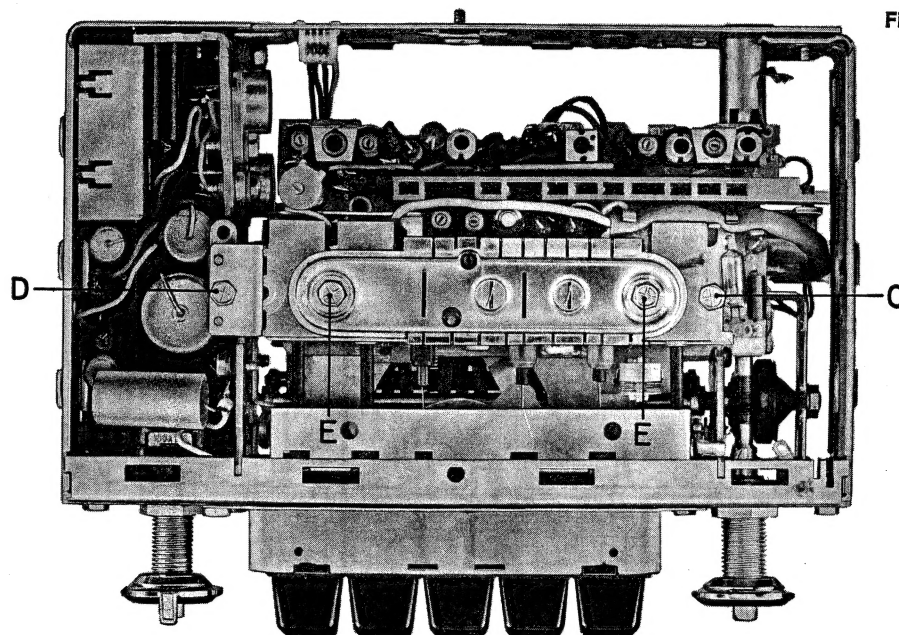

Fig. 2
1. the IF board may be locked by means of a rubber ring on both straps and the keys (see fig. 2),
- 2.2 For removal of the coil board, remove the two mounting screws „C“ and „D“, fig. 2.
- 2.5 Slide coil board approx. 1.3 cm backwards and attach with screw „D“ (fig. 2). In this position, measurements and exchange of parts on the coil board can be carried out after lifting the IF board (point 1).
1. die ZF-Platte mit einem Gummiring über beide Laschen und den Tasten festgehalten werden (siehe Fig. 2),
- 2.2 Zum Ausbau der Spulenplatte die beiden Halteschrauben „C“ und „D“ herausdrehen, Fig. 2.
- 2.5 Spulenplatte um ca. 1,3 cm zurückschieben und mit Schraube „D“ befestigen (Fig. 2). In dieser Stellung können nach Hochklappen der ZF-Platte (Pkt. 1) Messungen und Wechsel von Teilen auf der Spulenplatte vorgenommen werden.